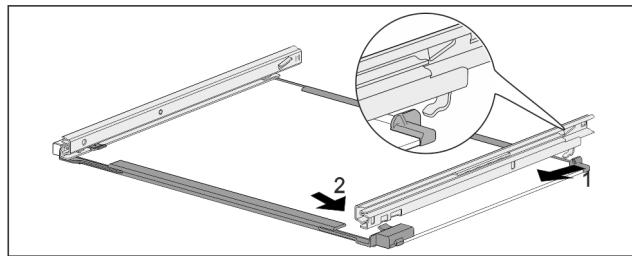

Fig. 83 Sklenená doska s koľajničkami
- Zaháknite koľajničku vzadu. Fig. 83 (1)
- Zaklapnite koľajničku vpred. Fig. 83 (2)